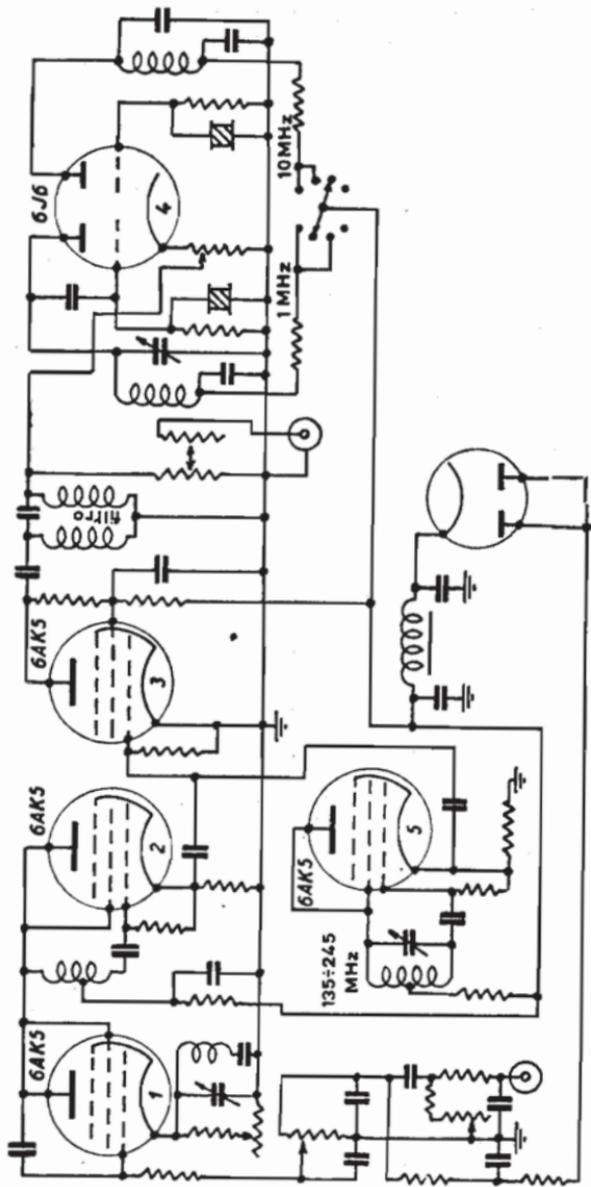

Fig. 253. - Generatore con modulazione di frequenza UST.
*Generatore modulato in frequenza UST, fig. 253.*